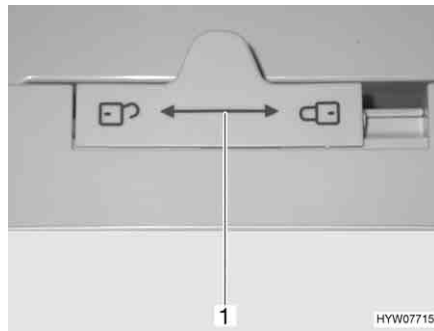

Bild 138 Verriegelung der Kühlschranktür (Dometic 7er-Reihe)
- Verriegelung (Bild 138,1) nach links "☞" schieben.
- Verriegelung (Bild 138,1) ganz nach rechts "☛" schieben.